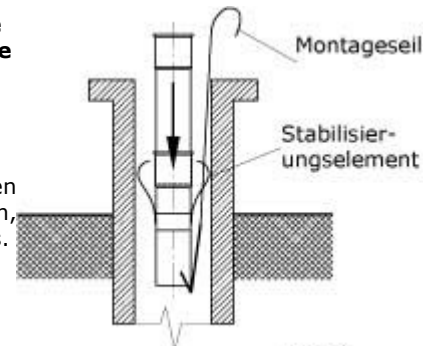

Bild 2
6. Die Rohrstücke, Dachdurchführungen und Schornsteinendstücke zum Montageplatz bringen (die Montagearbeiten werden grundsätzlich vom Gebäudedach aus durchgeführt). Ein paar von Rohrbauteilen zusammenmontieren (gemäß Punkt 4 und 5), diesen Montagesatz vorsichtig in den Schornsteinschacht absenken lassen und mit einem Montageseil gegen herunterfallen absichern (Bild 2). Diese Arbeitsschritte werden bis zur kompletten Montage des ganzen Schornsteineinsatzes und der Verbindung mit dem T-Stück durchgeführt. **Um eine richtige Abdichtung der Verbindungen von einzelnen Rohrstücken zu sichern, müssen diese (ausgenommen letztes Rohrstück) bis zu Ende jeder Muffe eingeschoben werden. Das letzte Rohrstück sollte ca. 85 mm in die Muffe eingeschoben werden.**